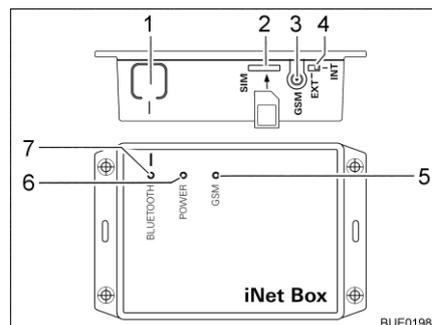

Bild 240 Truma iNet-Box
- Taste BLUETOOTH (Bild 240,1) an der iNet-Box 1 Sekunde lang drücken. Die Truma iNet-Box ist ca. 2 Minuten lang im mobilen Endgerät sichtbar (Name: "Truma iNet-Box"). In diesem Zeitraum blinkt die blaue LED BLUETOOTH (Bild 240,7).
- Mini-SIM-Karte mit eigener Rufnummer und ausreichendem Guthaben vorsichtig wie dargestellt in den Steckplatz (Bild 240,2) der Truma iNet-Box schieben, bis sie einrastet. Die rote LED GSM (Bild 240,5) muss dauerhaft blinken. Wenn die rote LED nach 20 Sekunden erlischt: Mini-SIM-Karte prüfen.